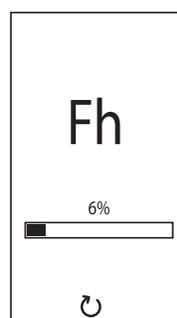

Рис. 9. Выпуск воздуха с выключенным вентилятором
- В течение последующих 280 секунд будет проводиться цикл стравливания воздуха («Fh») при неработающем вентиляторе (рис. 9).